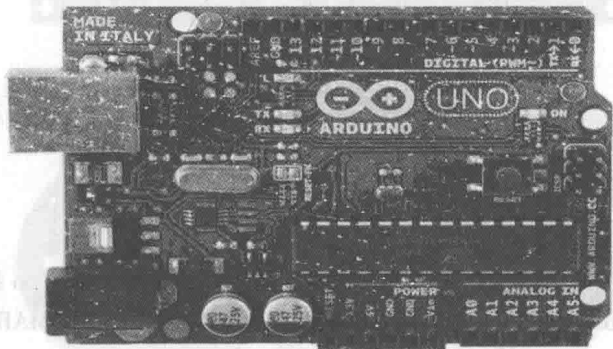

图 1-1 Arduino Uno 开发板
(1) Arduino Uno 开发板 (见图 1-1)。Arduino Uno 开发板以 ATmega328 MCU 控制器为基础, 具备 14 路数字输入/输出引脚 (其中 6 路可用于 PWM 输出)、6 路模拟输入、1 个 16MHz 晶体振荡、1 个 USB 接口、1 个电源插座、1 个 ICSP 接头和一个复位按钮。